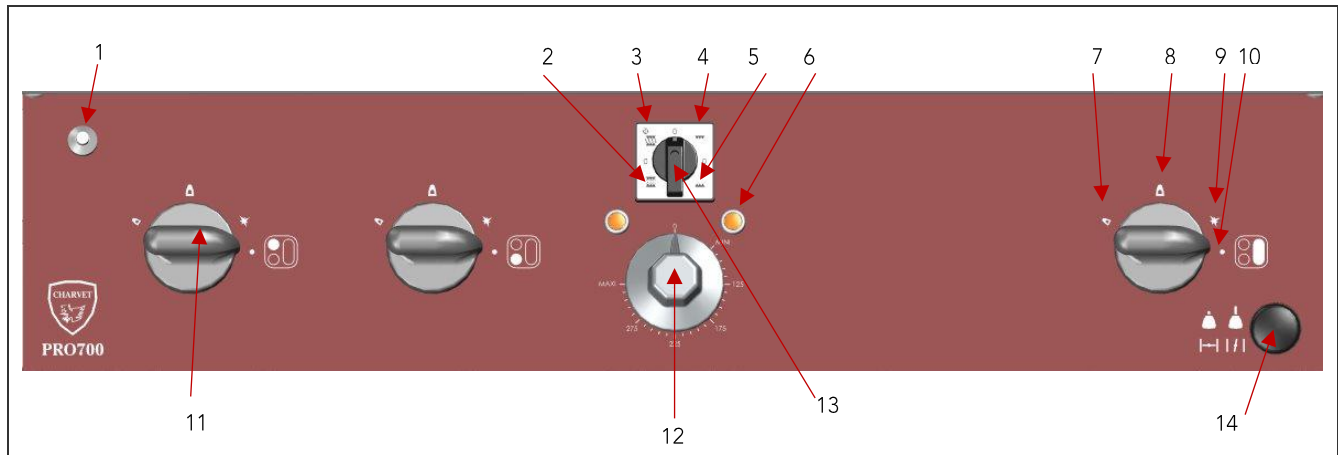

Fig. 1
- Pousser et tourner la manette de commande correspondant au brûleur vers la gauche jusqu'à la position veilleuse (Fig1 Rep9).
- Appuyer à fond sur la manette, en même temps présenter une flamme après avoir retiré le tampon de la plaque coup de feu ou agir sur le bouton poussoir d'allumage (Fig1 Rep1) pour les appareils équipés de cette option.
- La veilleuse allumée, tourner la manette sur la gauche jusqu'à la position débit maxi (Fig1 Rep8), le brûleur fonctionne à sa puissance nominale.
- En tournant jusqu'à la position suivant débit réduit (Fig1 Rep7) on obtient le ralenti.
- Positionner la manette du commutateur du four (Fig1 Rep13) sur la position de chauffe désirée (VOUTE/SOLE FORT, VOUTE/SOLE DOUX, VOUTE ou SOLE), le voyant de marche s'allume (Fig1 Rep6).
- Afficher la température désirée sur le thermostat (Fig1 Rep12) suivant les cuissons à réaliser, le voyant de régulation s'allume.